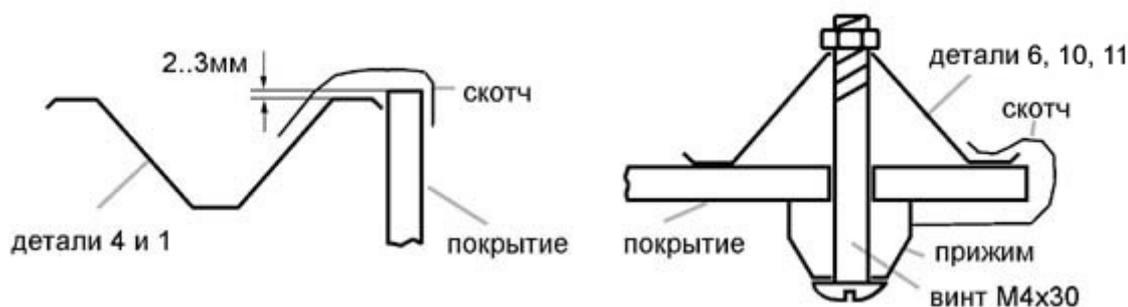

Рис.12
6. При необходимости аккуратно подровняйте ножом или лобзиком куски покрытия по дуге и детали 1, а затем закройте полученный срез скотчем таким образом, чтобы покрытие было прижато к каркасу (рис.12).